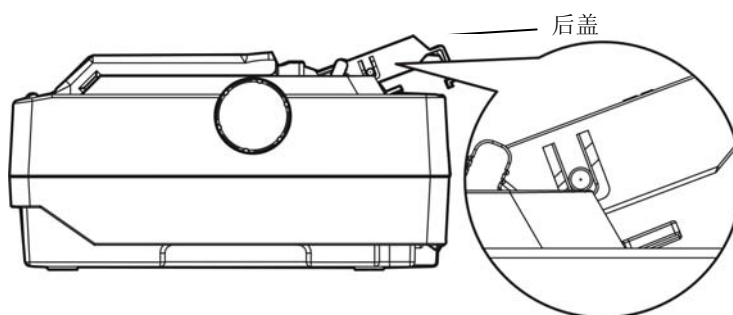

图 3-3 调整后盖位置
3. 抬起打印机后盖，使其在适当的位置（如图3-3所示），再接通打印机电源。